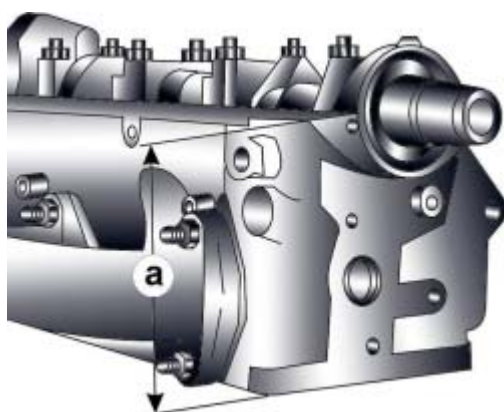

Рис. 3.1–85. Место измерения высоты головки блока цилиндров
**a** (рис. 3.1–85) после механической обработки должна составлять для шестицилиндрового двигателя не менее 132,75 мм.